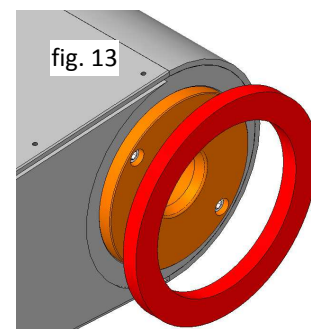

fig. 13
8. Retirer la rondelle du joint inférieur et nettoyer son logement (fig. 13).